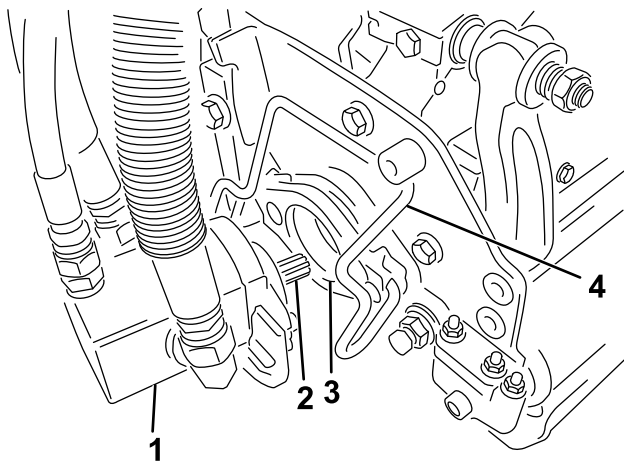

Bild 47
5. Schmieren Sie die Keilwelle des Schneideinheitmotors mit sauberem Fett ein (Bild 47).
6. Setzen Sie den Motor in die linke Seite der Schneideinheit (aus Sicht der Bedienerstellung) und ziehen die Motorbefestigungsstange an der Schneideinheit zum Motor, bis Sie einen deutlichen Klick von beiden Seiten des Motors hören (Bild 47).